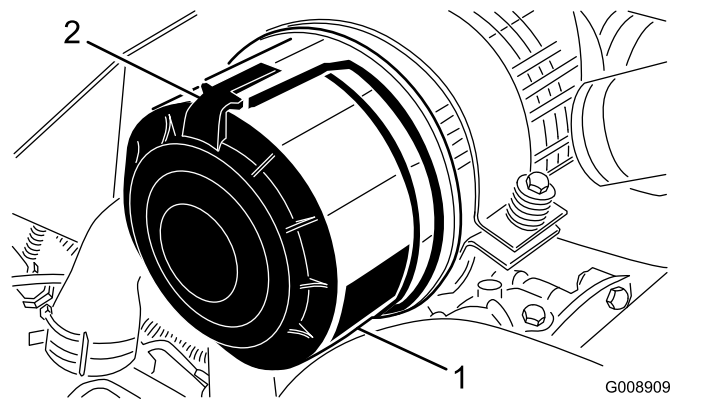

Bild 96
1. Lösen Sie die Riegel, mit denen die Abdeckung des Luftfilters am Luftfiltergehäuse befestigt ist (Bild 96).